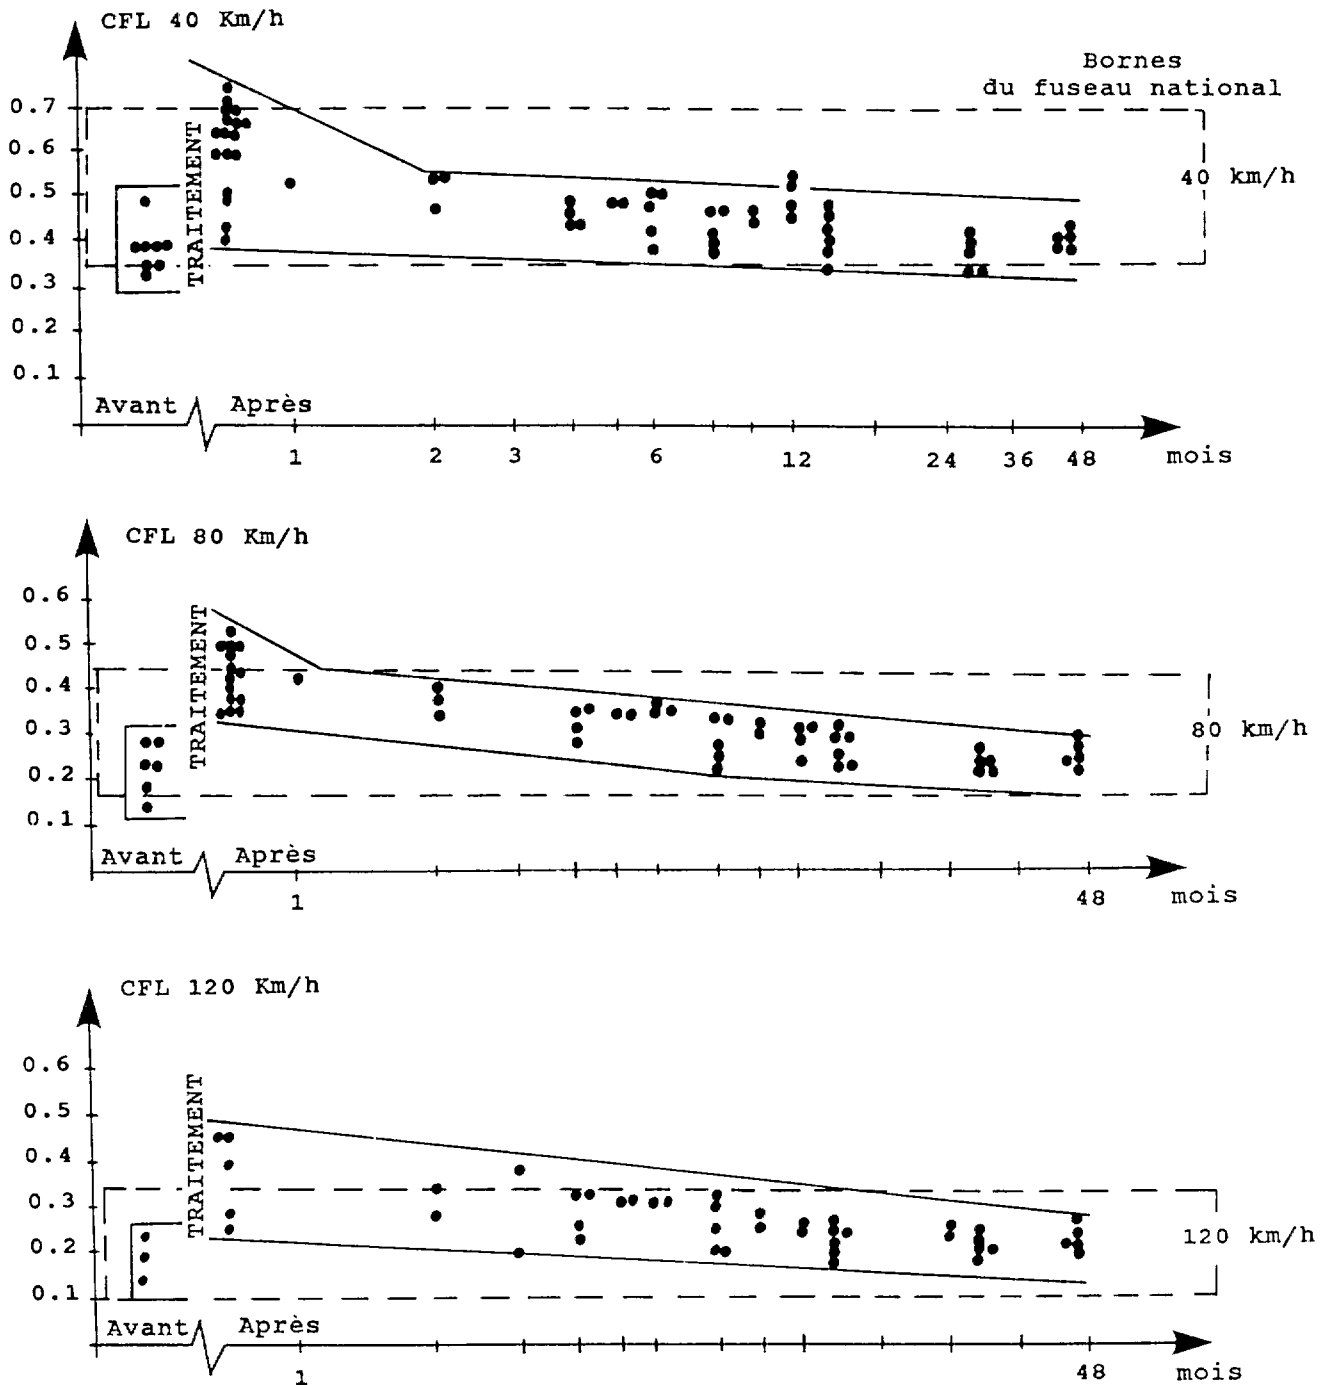

figure 2
► **Durabilité de ces améliorations** (cf. figure 2 : ci-dessus)